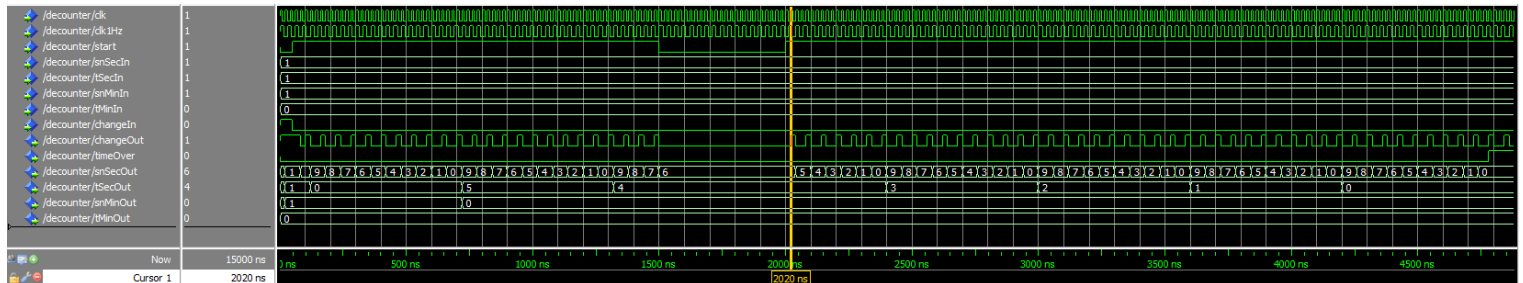

Abbildung 13: Simulation des Rückwärtszählers
2. Ergebnis (Siehe Abbildung 13)